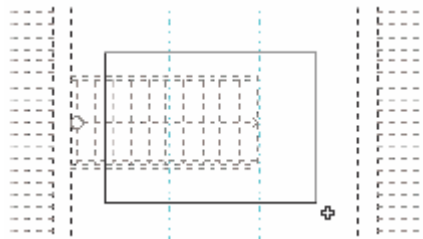

Рис. 1.4-3
7. Нажмите левую кнопку мыши. Держите ее нажатой и одновременным смещением мыши влево-вниз обозначите площадь, содержащую правую часть лестницы (Рис. 1.4-3).